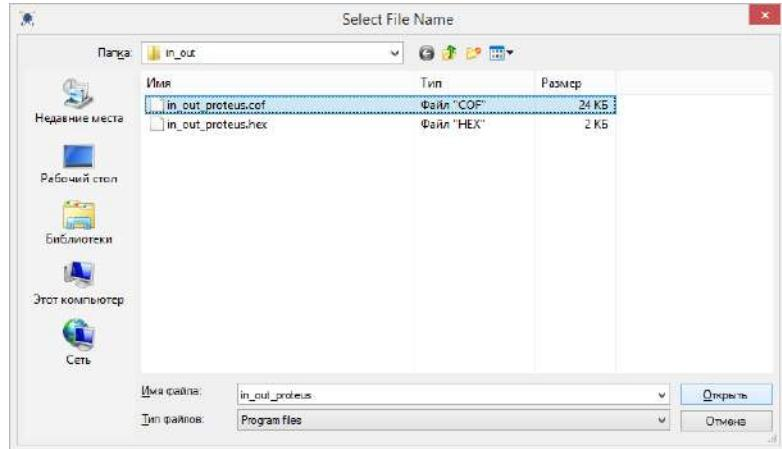

Рисунок 2.41 – Завантаження бінарного файлу з розширенням \*.HEX або \*.COF у середовищі моделювання «Proteus»
9. Завантажити заздалегідь скомпільований бінарний файл з розширенням \*.HEX або \*.COF у мікроконтролер (рис. 2.41).